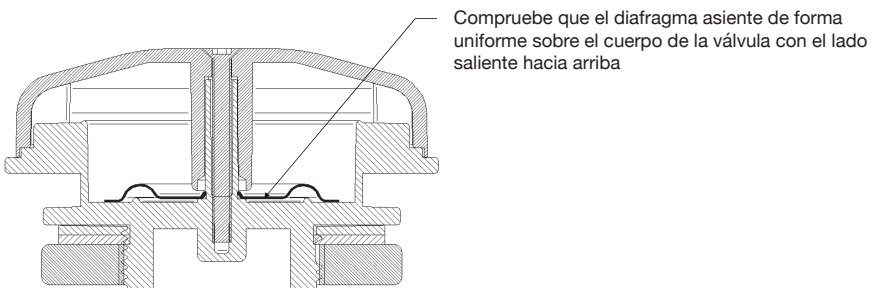

Fig. 10.
4. Deslice con cuidado un diafragma nuevo hacia la espiga central hasta que descansa de forma uniforme sobre el cuerpo de la válvula. Compruebe que el diafragma esté bien orientado con el borde saliente hacia arriba (Fig 10).